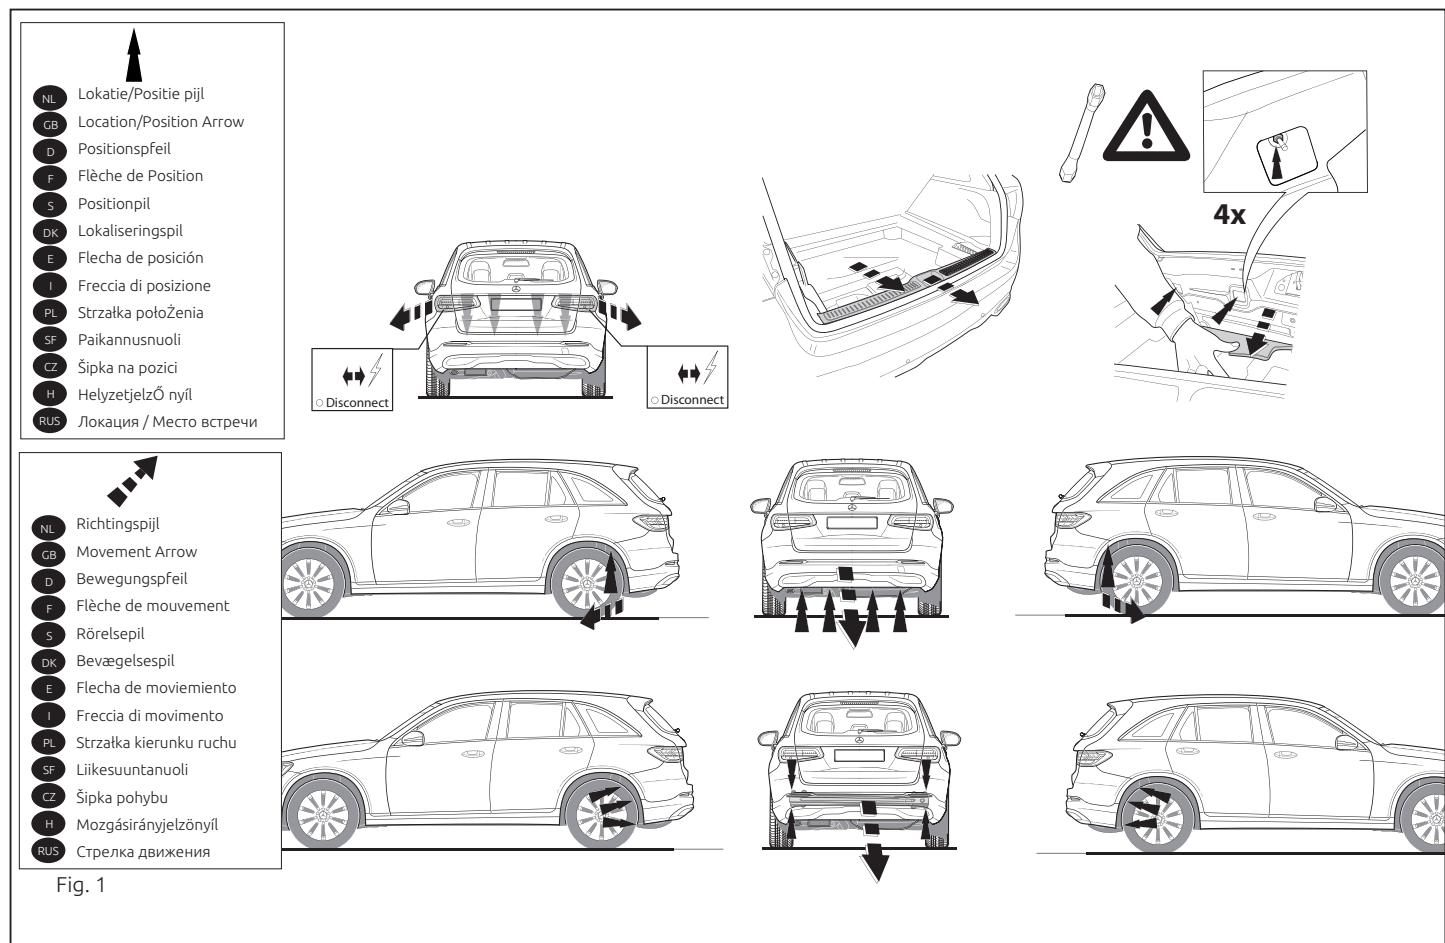

Fig. 1
lernen Stoßbalkens vom Fahrzeug abmontieren. Der Stoßbalken wird nicht mehr benötigt. Siehe Abbildung 1.
1. Démontez les deux arrières. Déposer le pare-chocs du véhicule y compris la traverse en acier ; la traverse ne sera plus utilisée. Voir la figure 1.
1. Demonter baglysenhederne. Demonter kofangeren, inklusive køretøjets stålstødbjælke. Stålstødbjælken skal ikke længere anvendes. Se fig. 1.
буферным бруском автомобиля. Буферный брус больше не понадобится. См. рисунок 1.